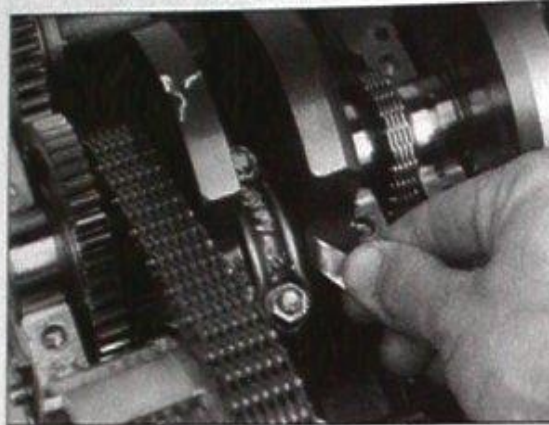

Bild 223
- 📏 Seitenspiel der Kurbelwelle im Motorgehäuse prüfen. Mit Fühlerlehre zwischen Kurbelwange und Hauptlager Spiel erfühlen (Bild 223). Sollwert: 0,13 mm – 0,38 mm; Verschleißgrenze: 0,50 mm.